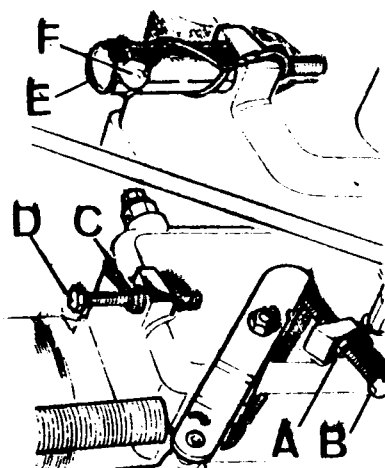

Fig. A3-41 Tornillos de regulación de revoluciones
- b) Después de aflojar la contratuerca, A (Fig. A3-41) se hará girar el tornillo de ajuste, B, lo que sea necesario, hacia la derecha para aumentar la velocidad, o hacia la izquierda para disminuirla.
- b) Después se aflojará la contratuerca, C (Fig. A3-41) y se girará el tornillo de ajuste, D, hacia la izquierda para aumentar de revoluciones o hacia la derecha para disminuir. A la vez se irán haciendo sucesivas comprobaciones de revoluciones con el tacómetro, hasta conseguir las 4.200 r.p.m.
- c) Una vez conseguidas las 4.200 r.p.m., apretar la contratuerca, C (Fig. A3-41) y montar el capuchón, E, y el precinto, F.